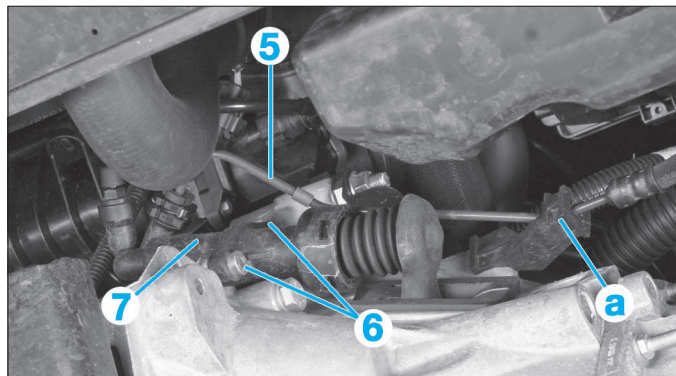
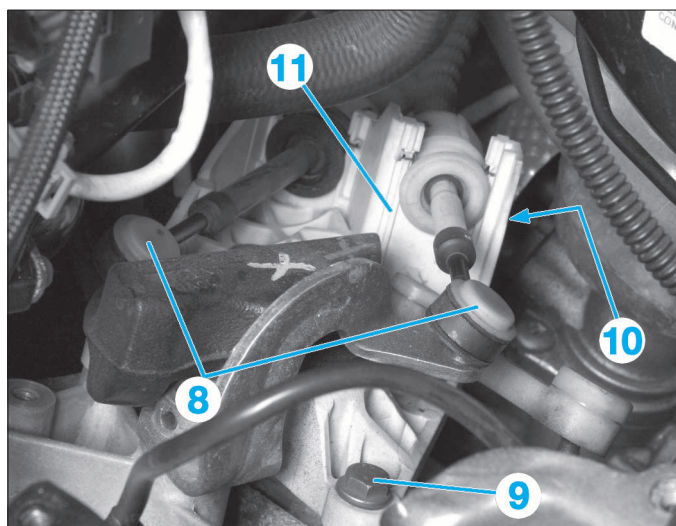
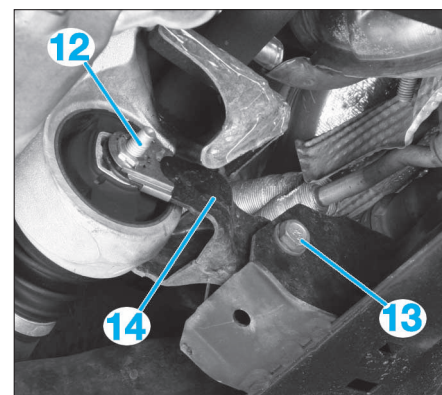

FIG. 4
FIG. 5
FIG. 6
- Dégraffer le tuyau hydraulique d'embrayage (5) (en "a") (Fig.4).
- Déposer les vis (6) du cylindre récepteur de commande hydraulique d'embrayage (7).
- Écarter le cylindre récepteur de commande hydraulique d'embrayage (7).
- Déboîter les rotules de commande des vitesses (8) à l'aide d'un extracteur approprié (Fig.5).
- Déposer la vis (9) et l'écrou (10).
- Déposer et écarter le support (11) de commande des vitesses.
- Déposer la vis (12), la vis (13) et la biellette anti-couple (14) (Fig.6).